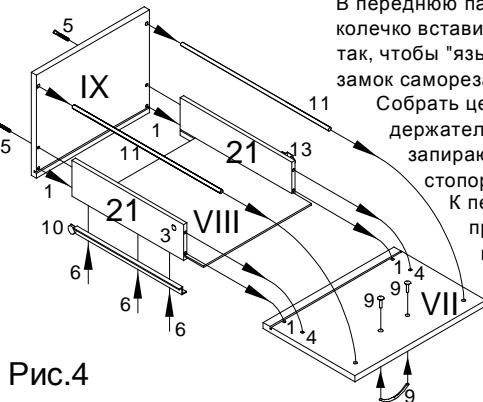

Рис.4
Собрать выдвижные ящики. Забить шканты (1), дюбеля (4), стяжки (3) аналогично, как в выдвижных ящиках. Залить клей в отверстия на торцах фолдингов, соединить их с передней панелью файлового ящика и затянуть отверткой стяжки-эксцентрики (3) на боковинах фолдингов. Вставить дно ящика и направляющие стержни (11). Присоединить заднюю панель и прикрепить винтами "Директа" (5) (см.рис.4).